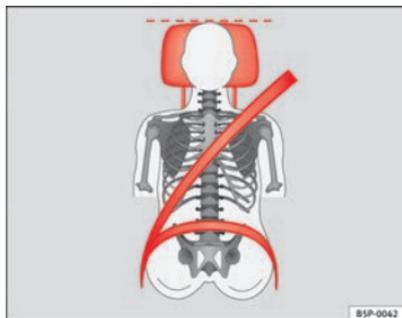
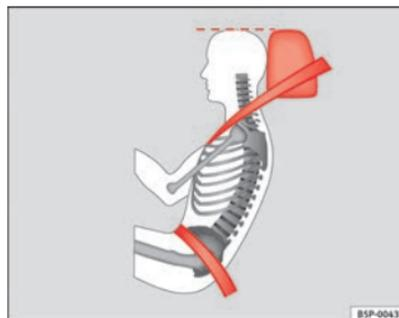

Fig. 65 Vue de face : appuie-tête et ceinture réglés correctement
Fig. 66 Vue de côté : appuie-tête et ceinture réglés correctement
- Ajustez l'appuie-tête de sorte que le bord supérieur de celui-ci soit à la même hauteur que la partie supérieure de la tête, et au minimum à la hauteur des yeux ⇒ fig. 65 et ⇒ fig. 66.